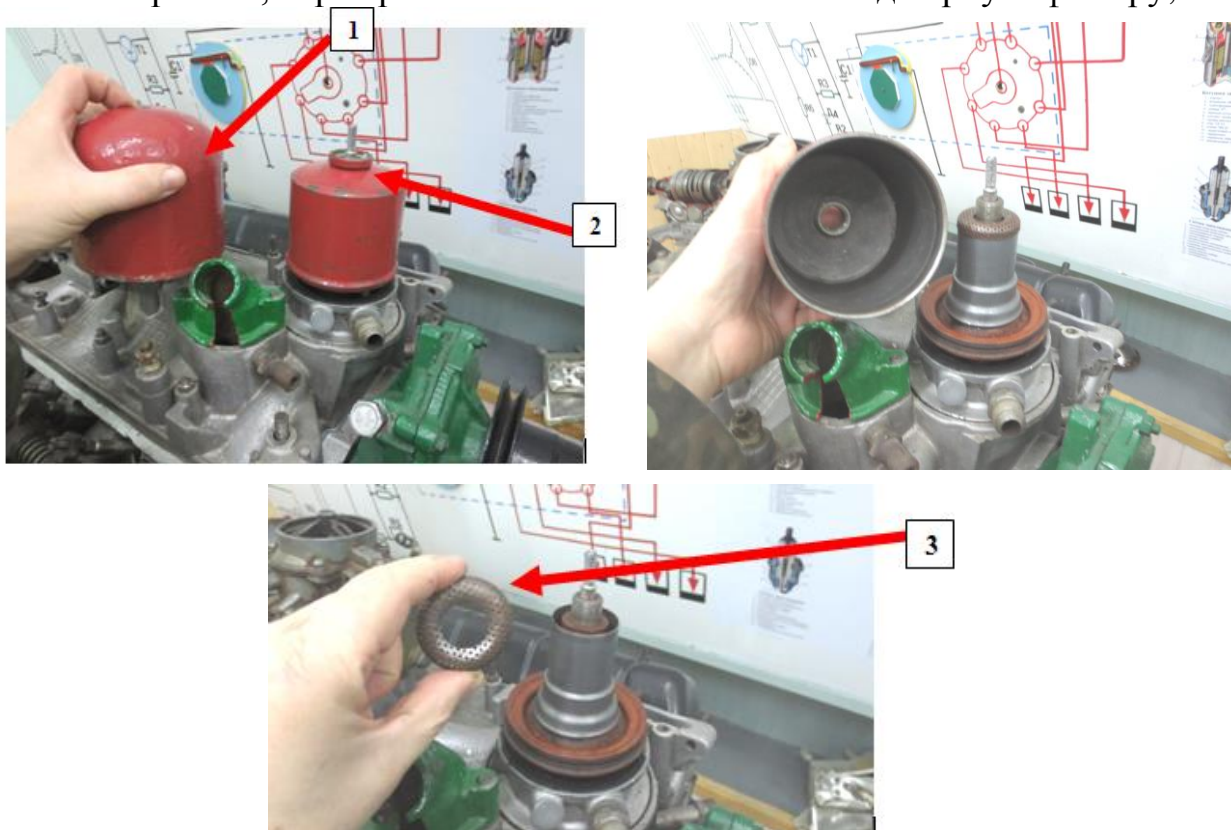

Рис. 8. Порядок обслуговування фільтра відцентрового очищення масла.
- відвернути гайку-барашек і зняти кожух фільтра – *1* (рис. 8.);